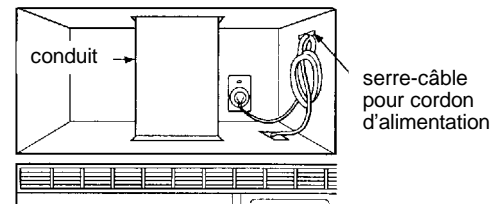

Figure 34
6. Évacuation par le toit : Poser le conduit d'évacuation dans l'ouverture à cet effet dans l'armoire supérieure. Terminer la pose du système d'évacuation à travers le toit en suivant la méthode nécessaire. Voir la figure 34. Voir PRÉPARER L'ÉVACUATION, ÉTAPE 2, en utilisant un pistolet à calfeutrer pour étanchéifier l'ouverture du toit autour du capuchon d'évacuation. Voir la figure 6.
7. Utiliser le serre-câble pour regrouper le cordon d'alimentation. Poser le serre-câble à l'intérieur de l'armoire à l'aide d'une vis tel qu'indiqué à la figure 34.